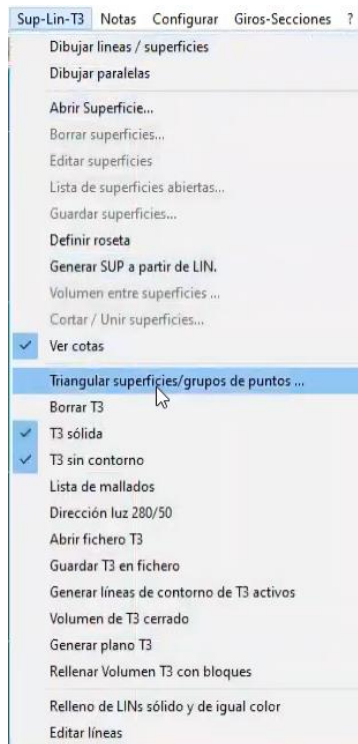

Figura 405. Triangulación.
37. Para generar una superficie triangulada a partir de los puntos del jardín, abrir el menú superior “Sup-Lin-T3” y seleccionar la opción “Triangular superficies/grupos de puntos...”. Figura 405.